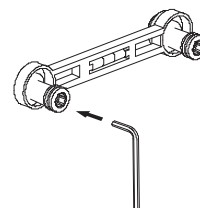

Figura 3
c) Assicurarsi che i 2 connettori curvi siano installati in modo mortalmente dritto nella parete. L'interasse tra i 2 connettori curvi è di 150±8 mm. Utilizzare la livella a bolla d'aria (12) per assicurarsi che la linea centrale rimanga orizzontale (Figura 3).